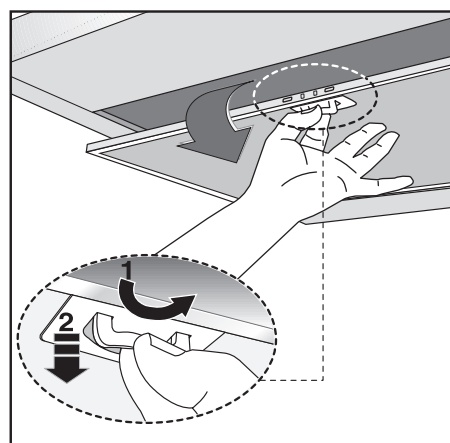

Fig. 5
- A distância mínima entre o fundo da panela que está na superfície do fogão e a parte mais baixa da coifa da cozinha, deve ser de pelo menos 70cm e no máximo 90cm. Se um tubo de conexão composto de duas partes for utilizado, a parte superior deve encaixar-se externamente à parte inferior. Não conecte a saída de ar da coifa a um duto por onde circule ar quente ou que seja utilizado para extração de fumaça de outros aparelhos que sejam alimentados por um outro tipo de energia que não a elétrica. Antes de iniciar a montagem e para facilitar o manejo do aparelho, retire os filtros antigordura (Fig.5).